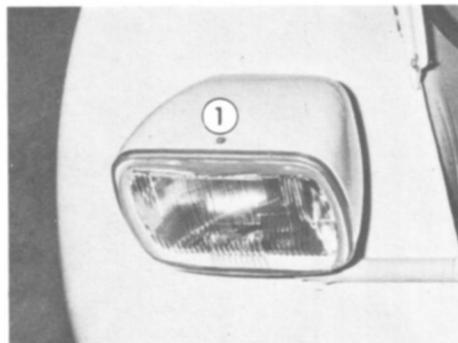

Fig.32 - Proiettori
Proiettori Abbaglianti — Anabbaglianti (Fig.32 — 33)
- Inserire le linguette (rif. 1 e 2) nei bottoni in plastica bianchi (rif. 3 e 4), e facendo perno su di esse richiudere il proiettore stringendo la vite (fig.32).